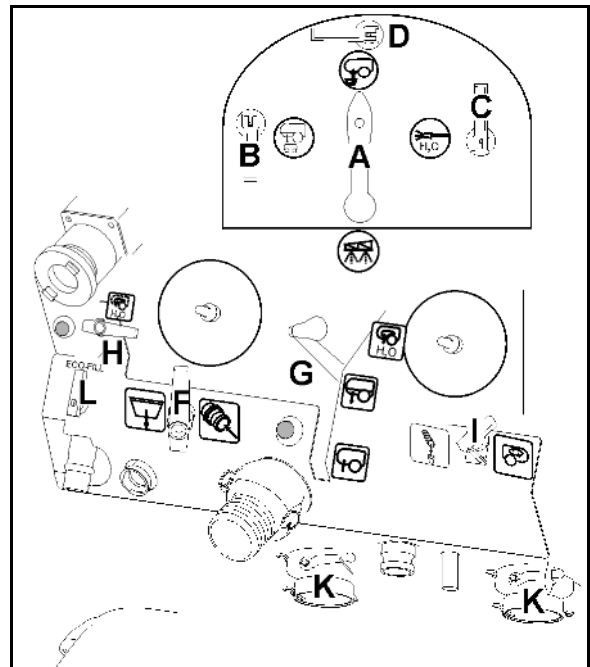

Bild 121
Rengör sugfiltret (Bild 121) dagligen efter rengöring av fältsprutan.
1. Lossa locket till sugfiltret (Bild 121/2).
2. Ta ut locket med sugfilter (Bild 121/3) och rengör med vatten.